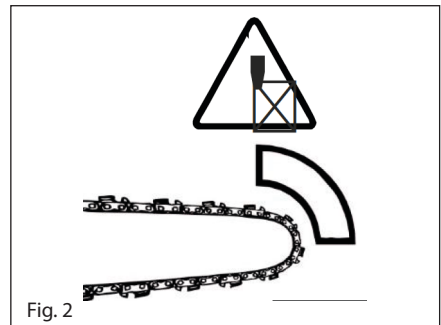

Fig. 2
2. A cabeça da guia da motosserra toca em alguma coisa. (Fig.2)